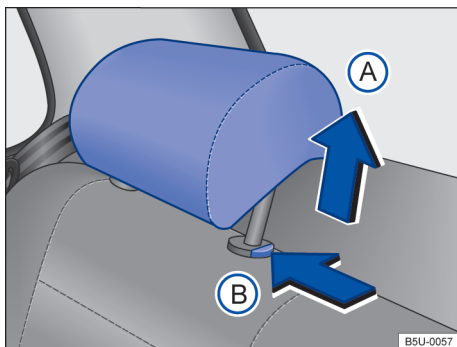

Fig. 63 Apoio para cabeça traseiros: desinstalar.
- Pressionar o botão → Fig. 63 (B) no sentido da seta. Retirar o apoio para cabeça com o botão pressionado.
- Empurrar o apoio para cabeça para baixo com o botão → Fig. 63  pressionado.